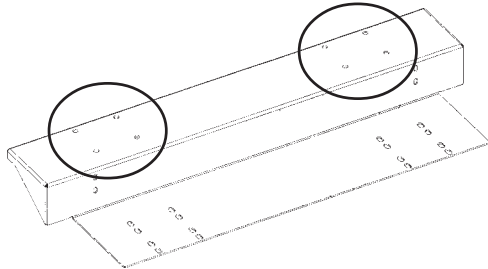
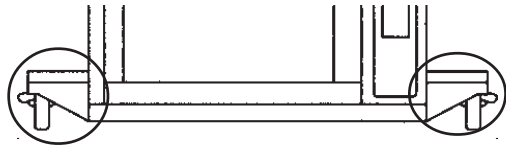

Figura 4
Figura 5
5. Instale las ruedas en los soportes (vea la Figura 4), teniendo cuidado de colocar las ruedas con freno al lado que se encuentra el control del asador las que no tienen freno al lado del cliente. Use los pernos, arandelas planas y de presión y las tuercas (se usan dos arandelas planas en cada perno, una encima del soporte y otra encima). La instalación completa se ve en la Figura 5.